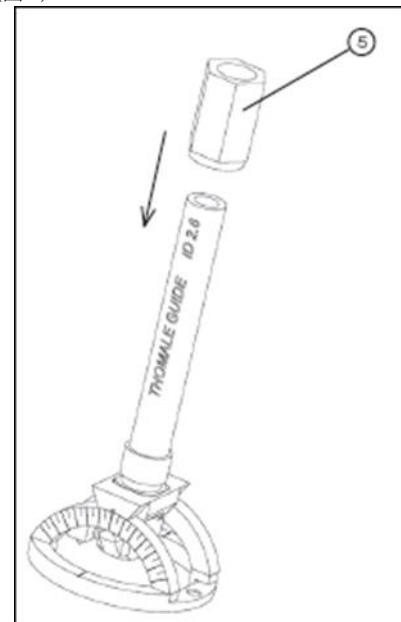

図 3
- ・ ロックナット (⑤) の小さな突起をスライダの方に向け、ロックナットをカテーテルガイドのネジ山に手で締め付ける。(図 3)